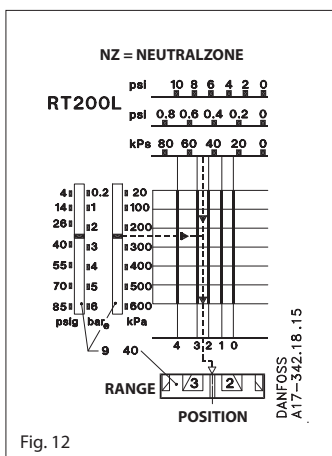

Fig. 12
Neutralzone $35 - 32 = 3$ m vs svarende til 0,3 bar indstilles med neutralzonerullen (40) fig. 8 side 9. Ifølge diagrammet fig. 12 indstilles rullen på godt 1. En nøjagtigere indstilling kan opnås ved at anvende prøvestanden vist i fig. 14.